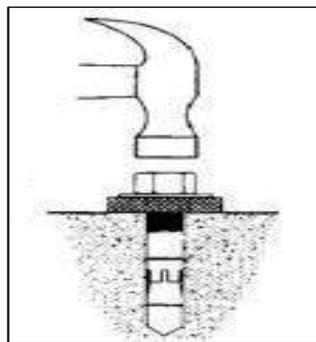

图 5
- 用轻锤将地脚螺栓装入孔内（不用装入地脚螺栓中心胀钉，待水平调节完毕再装入）图 5